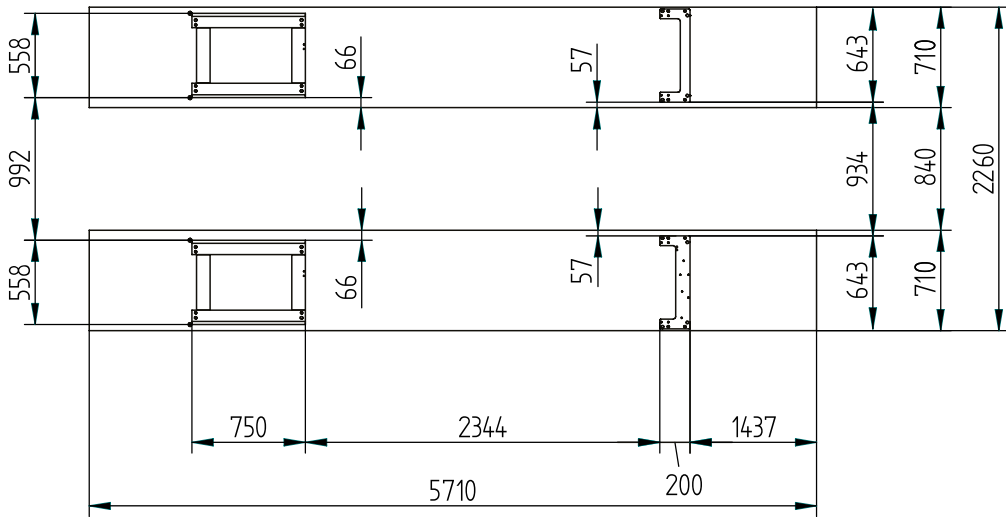

Fig. 20
- Verificare che le pedane siano parallele, in squadro e con distanza interna bordi guida traversa pari alla quota A (Fig. 20): se questo non fosse, agire opportunamente sulle basi mantenendone l'allineamento e la distanza longitudinale;
- Portare a terra le pedane e ricontrollare la distanza A (Fig. 20);
- Ensure that platforms are parallel one to each other, squared and have an inner distance between rail edges of A (Fig. 20). If not, adjust bases still keeping their alignment and longitudinal distance.
- Move platforms down to the ground and check that inner distance is A (Fig.20) .
- Sicherstellen, dass die Fahrschienen parallel zueinander ausgerichtet und im Winkelspiegel sind, und einem Innenabstand der Heberführungsänder von A (Abb. 20) aufweisen: Sollte dem nicht so sein, die Untergestelle dementsprechend verstellen, wobei
- Die Fahrschienen auf den Boden absenken und den Abstand von A (Abb.20) erneut überprüfen.
- Vérifier que les chemins de roulement sont parallèles, d'équerre et à une distance interne des bords glissière poutre de A (Fig. 20) : dans le cas contraire, intervenir sur les bases en maintenant
- Porter les chemins de roulement au sol et reconstruire la distance A (Fig.20).
- Comprobar que las plataformas estén paralelas, perpendiculares y con distancia interior de los bordes guía travesaño igual a A (Fig. 20); de lo contrario, mover las plataformas manteniendo la alineación y la distancia longitudinal;
- Colocar las plataformas a nivel del pavimento y controlar la distancia de A (Fig.20);